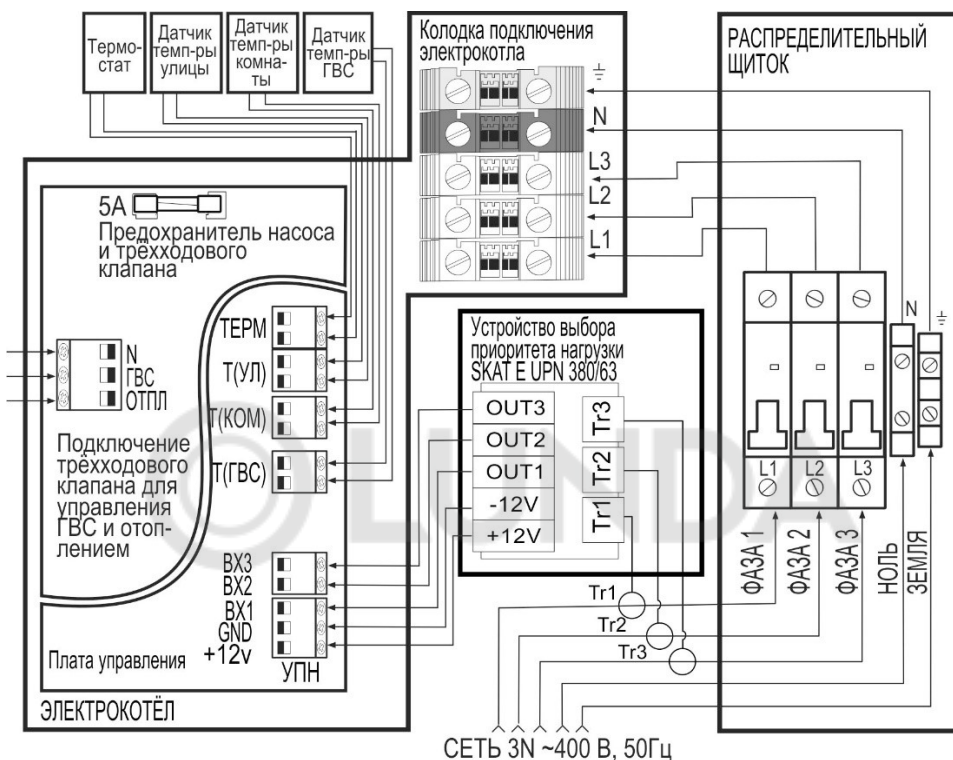

Рисунок 5 - Схема подключения электрокотла к сети 3N ~400 В
время отключает ТЭНы (см. схему подключения на Рисунок 5 и 6).
ленную на предприятии-изготовителе (см. Рисунок 5 и 6).
- подключить на плате управления датчик уличной температуры к колодке с надписью «Т(УЛ)» (см. Рисунок 5 и 6);